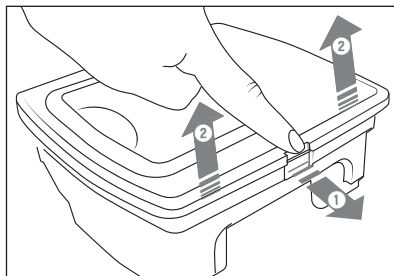

Fig. 7
- 2) Abra el bloqueo de la tapa del depósito de polvo 12 y levántela (consulte la fig. 7).